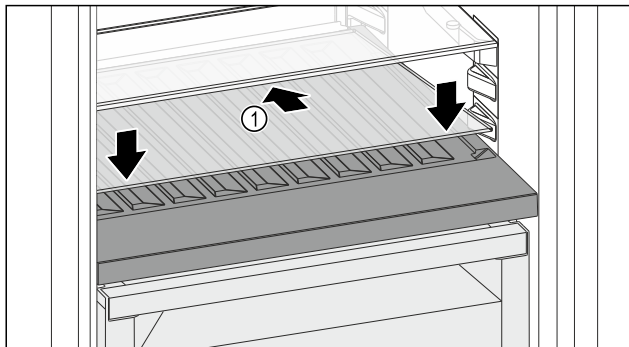

Fig. 144
- ▶ Așezați placa de sticlă Fig. 144 (1) oblic și spre spate înclinată în jos.
- ▶ Coborâți în față placa de sticlă Fig. 144 (1).